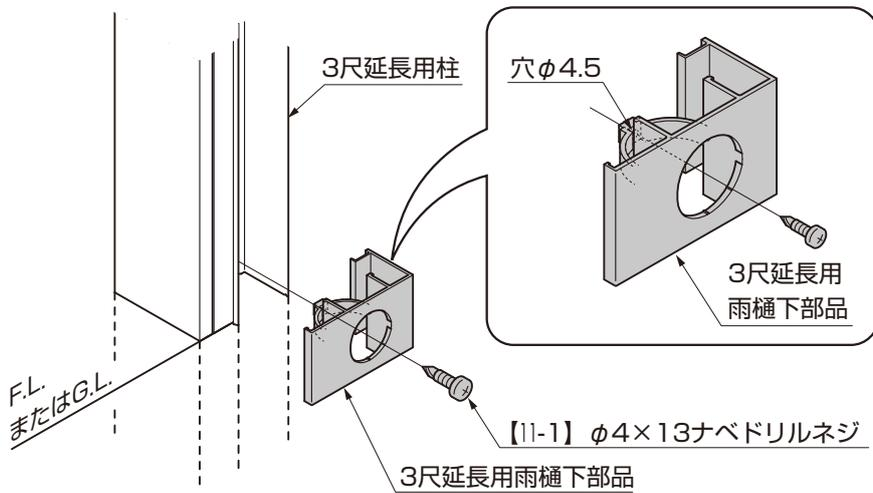

図9-12
- ① 3尺延長用雨樋下部品にφ4.5の穴加工をしてください。(図9-12参照)
- ② 3尺延長用雨樋下部品を3尺延長用柱に【11-1】で取付けてください。